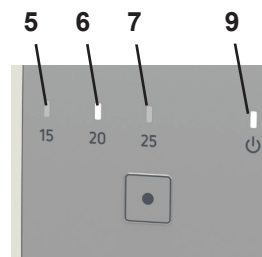

Fig. 4
- ◆ Le voyant de fonctionnement vert (9, Fig. 4) clignote rapidement.
- ◆ Le voyant jaune de la valeur de seuil réglée s'allume (5, 6, 7, Fig. 4).
- ◆ Le voyant de fonctionnement vert (9, Fig. 4) s'allume.
Si le SILENT flow sensor détecte un débit volumique au niveau du poste d'aspiration, le voyant de fonctionnement vert (9, Fig. 4) l'indique par un clignotement lent.
Tant que le débit volumique est supérieur à la valeur seuil réglée, le voyant correspondant reste allumé (5, 6, 7, Fig. 4).